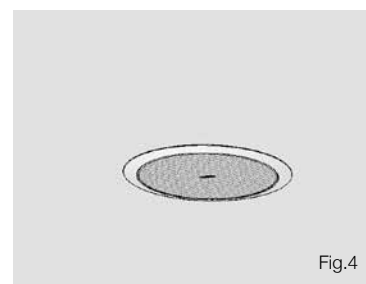

Fig.4
7. Insérez la grille en la poussant dans l'enceinte (Fig.4).